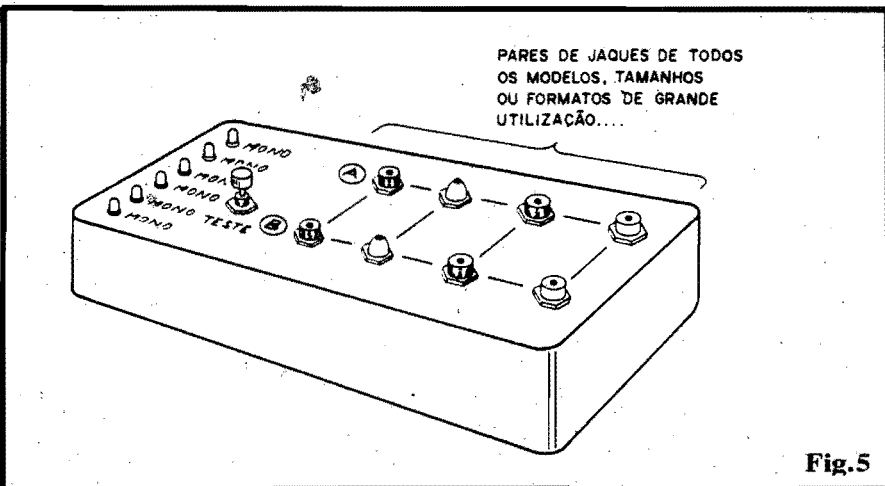

Fig.5
- **FIG. 5 - SUGESTÃO PARA O "ENCAIXAMENTO" DO TECAP** - Existe uma boa dose de flexibilidade na disposição/*lay out* externo do TECAP, segundo o gosto de cada montador, suas necessidades e disponibilidades de **containers**, etc. Entretanto, o "jeitão" mostrado na figura nos parece o mais adequado: uma caixa longa e não muito larga (obviamente contendo o circuito, pilhas, etc.), com a barra de LEDs de diagnóstico numa das laterais menores, o **push-button** de **TESTE** logo ao lado, e toda aquela "pancada" de jaques (aos pa-